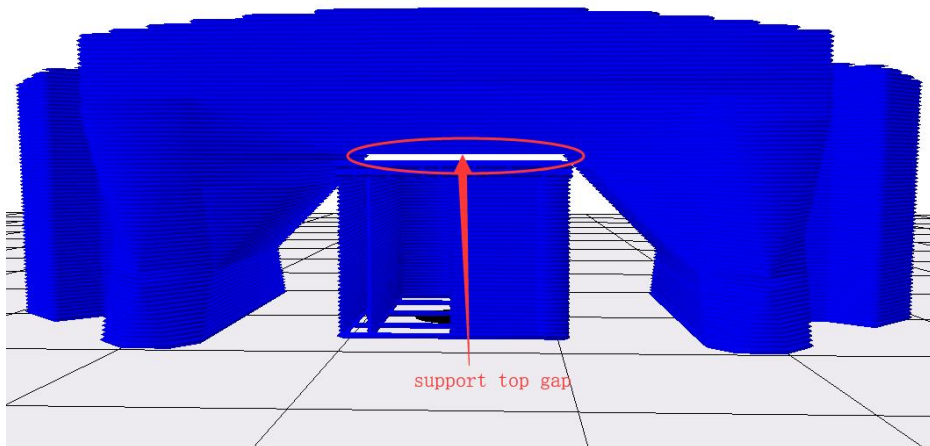

图 24, 图中箭头所指为支撑顶部与模型的间隙
(4) 支撑的顶部距模型间隙 (单位 mm)：即支撑顶部与模型表面的间距如图 24，数值越大，间距越大，支撑越容易剥离，但数值过大会造成支撑效果差，模型添加支撑部位出现悬垂；数值越小，间距越小，支撑从模型表面剥离时，模型表面会有残留料，影响模型表面的光滑度，当为 0 时支撑表面与模型紧紧连接，如果支撑表面的打印材料与模型是同一种材料会无法剥离；此值默认 0.18mm，是理想情况下较合适的值。用户可以在默认数值上打印测试，根据实际打印情况，上调或下调该参数，使模型获得较好的支撑效果且易从模型上剥离和获得较好的模型表面，上调或下调建议按 0.03mm 梯度增加或减少。